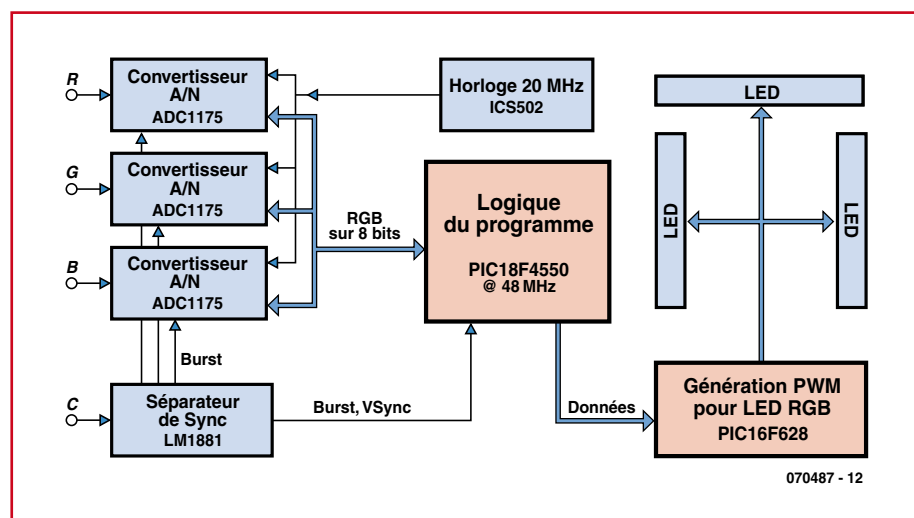
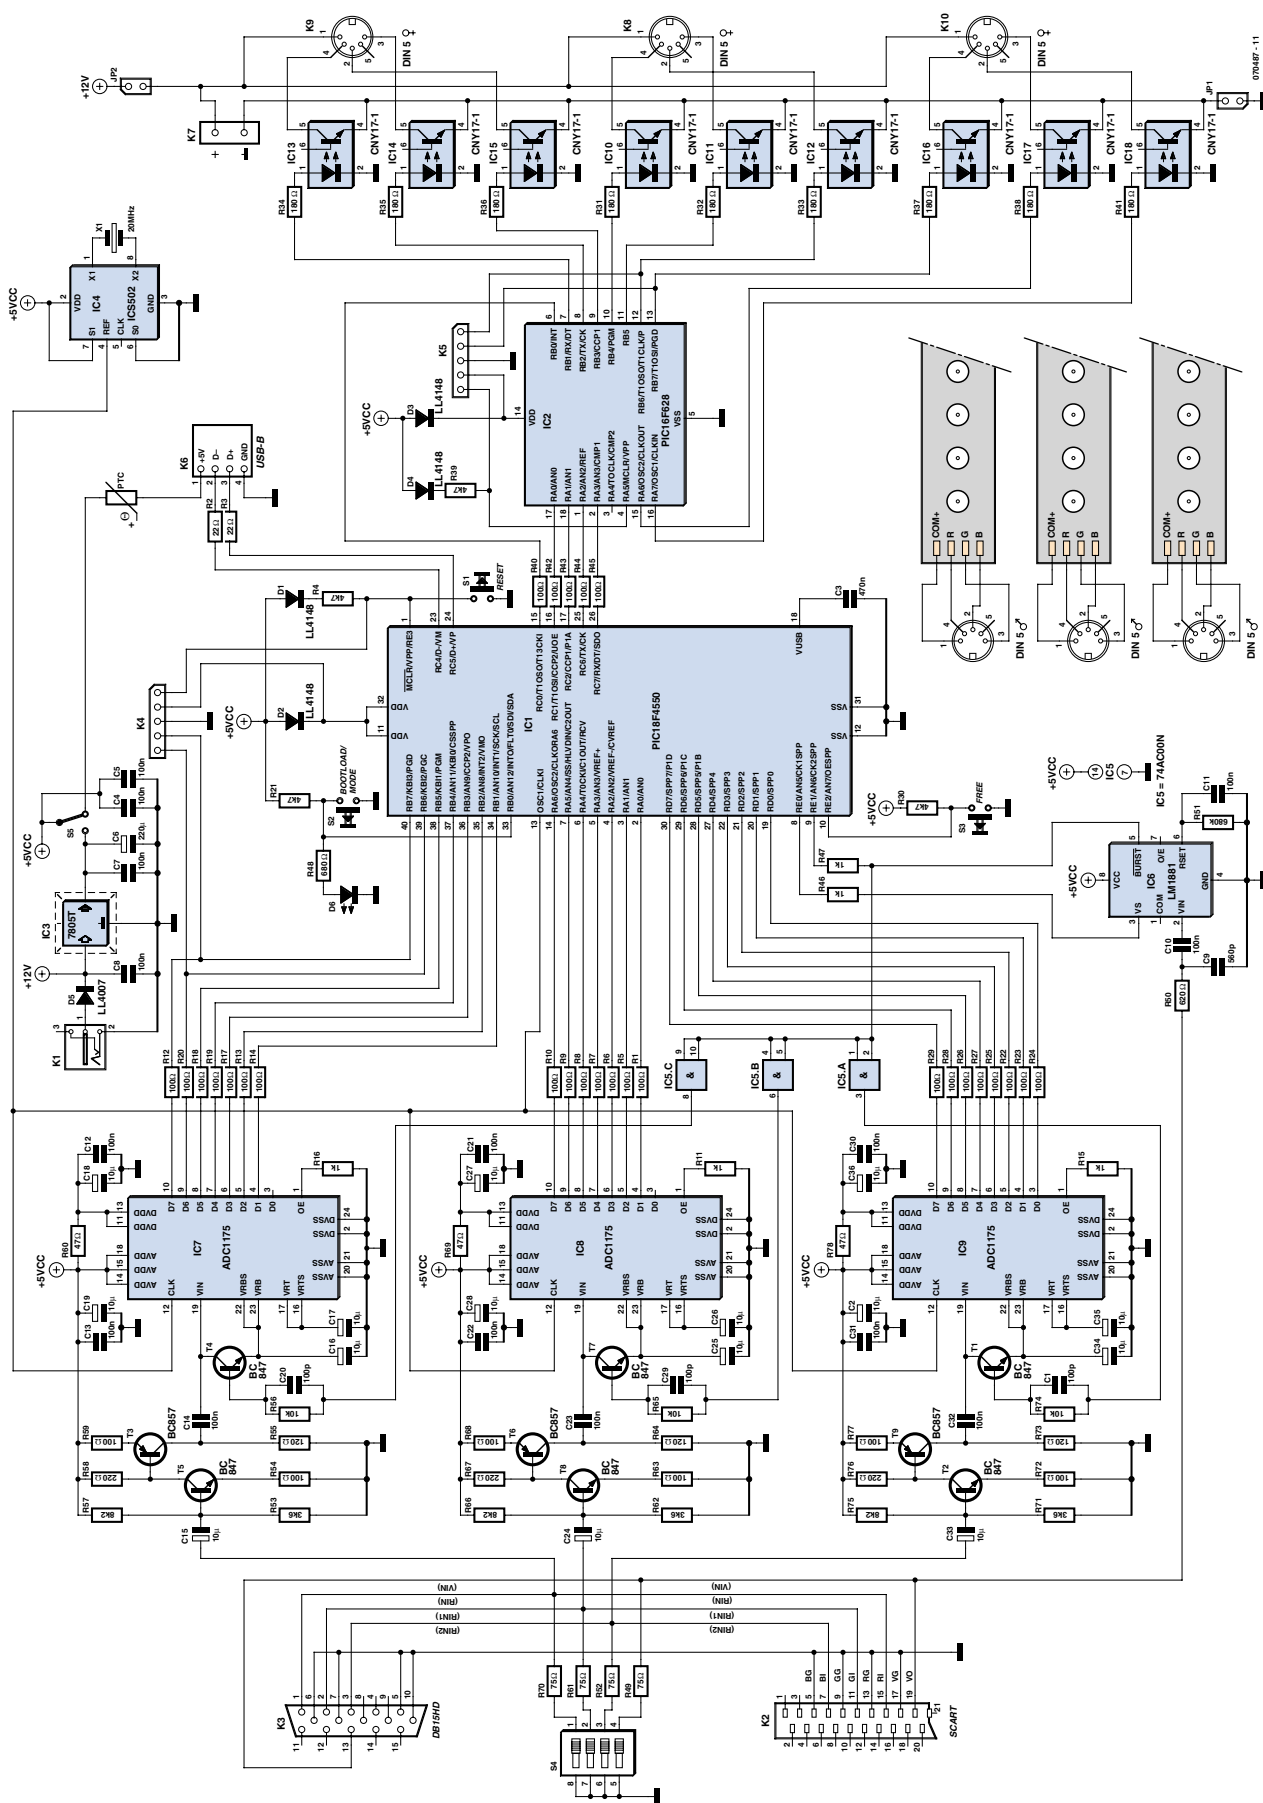

Figure 1. Synoptique de TV-Light. L'approche numérique de notre système d'éclairage d'ambiance compte 2 (!) microcontrôleurs.
Figure 2. Schéma détaillé de TV-Light. Il est facile de retrouver et d'identifier ici les sous-ensembles fonctionnels du synoptique.
L'examen du synoptique de la **figure 1** nous montre que nous utilisons, en entrée, 4 signaux disponibles soit sur la prise Péritel du lecteur de DVD, soit sur la prise VGA_IN du PC : Rouge (R), Vert (G), Bleu (B) et Vidéo Composite (C). Quelle que soit la solution adoptée, le traitement est similaire. Les 3 premiers signaux véhiculent les informations couleur individuelles contenues par chacune des lignes constitutives de l'image, le dernier signal, C, servant « uniquement » à extraire les informations de synchronisation hori-
Le schéma de la **figure 2** n'est en fait qu'une reprise, en plus détaillé, du synoptique de la figure 1 dont il respecte